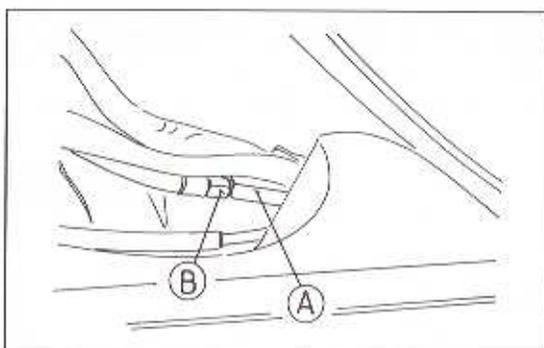

Bild 59
- An der Stellschraube zwischen den Vergasern die Leerlaufdrehzahl auf 1200 ± 50 U/min einstellen (Bild 59).